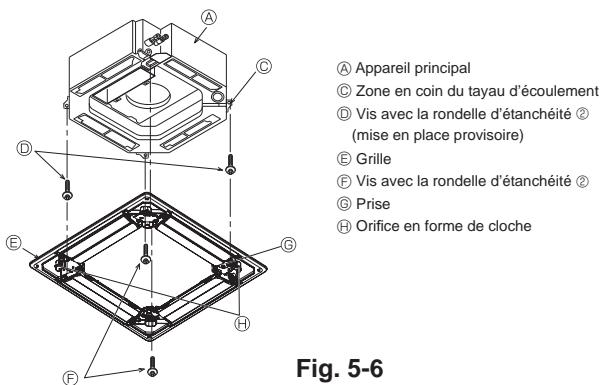
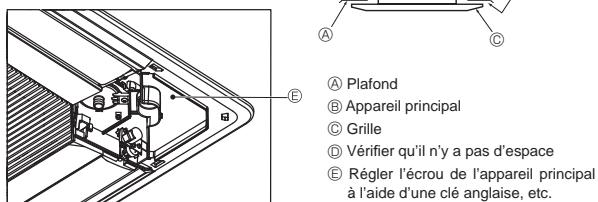

Fig. 5-6
Fig. 5-7
5.4.2. Mise en place provisoire de la grille (Fig. 5-6)
- Attacher provisoirement la grille à l'aide des orifices en forme de cloche en alignant la zone du coin du tuyau d'écoulement de l'appareil principal sur la prise de la grille marquée ⑥.
5.4.3. Fixation de la grille (Fig. 5-7)